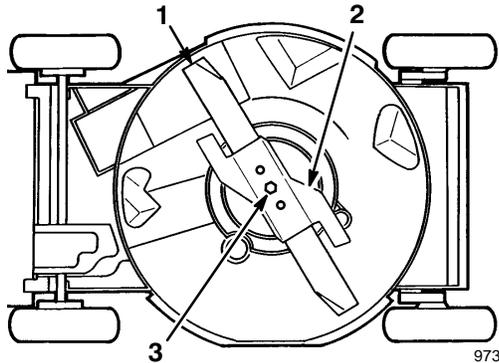

Figure 20
4. Basculer la tondeuse sur le côté gauche (Fig. 20).
Tenir la lame par le bout à l'aide d'un chiffon ou d'un gant épais. Déposer le boulon de lame, la rondelle frein, l'accélérateur de lame et la lame (Fig. 20).